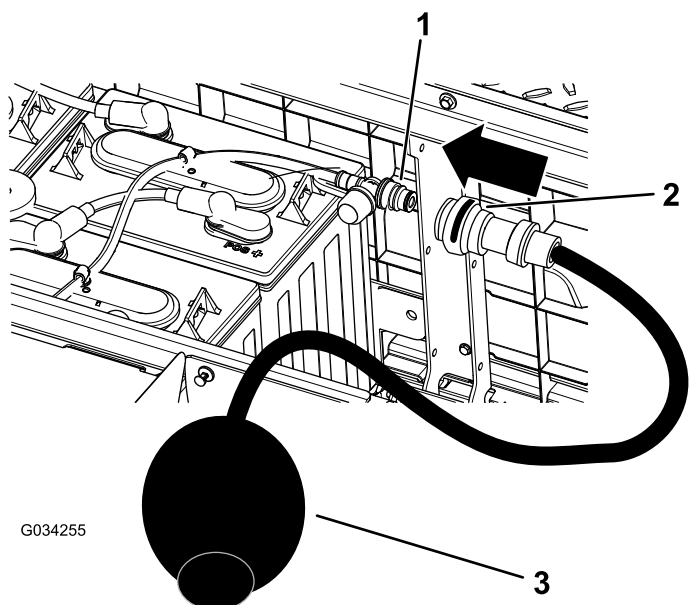

Figure 40
4. Branchez la pompe à eau manuelle Toro à l'orifice de remplissage d'eau (Figure 40).